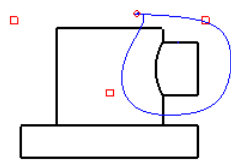

图 3.8.24 草绘轮廓线
② 在系统提示 **草绘样条，不相交其它样条，来定义一轮廓线。** 的提示下，直接绘制图 3.8.24 所示的样条线来定义局部剖视图的边界，当绘制到封闭时，单击中键结束绘制。